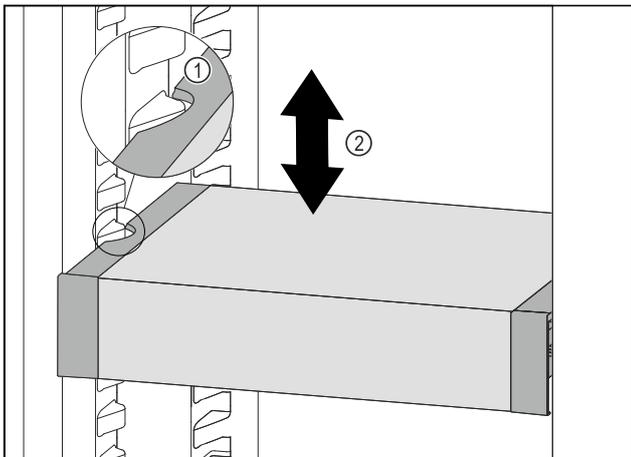

Fig. 135
- ▶ VarioSafe nach vorne ziehen, bis sich die seitlichen Aussparungen des VarioSafes auf Höhe der Behälterrippe im Kühlteil befinden. Fig. 135 (1)
- ▶ VarioSafe im Kühlteil nach oben oder unten bewegen, bis gewünschte Höhe erreicht ist. Fig. 135 (2)